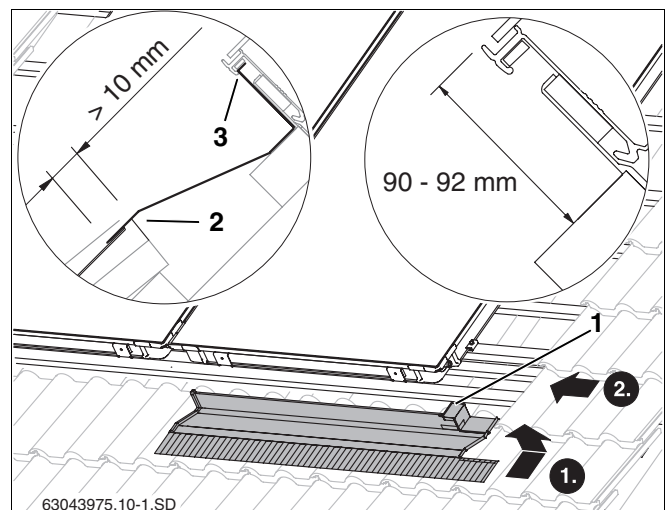
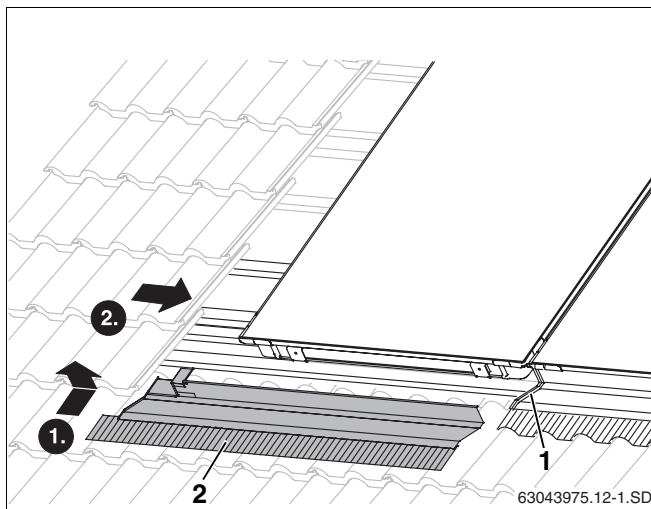

Fig. 43 Chapa de cobertura direita em baixo
Fig. 46 Montagem da chapa de cobertura esquerda inferior
- ▶ Encaixar a chapa de cobertura direita com o bordo em cima na pega do colector (fig. 43, **item 3**).
- ▶ Empurrar a chapa de cobertura encostando-a no colector, de modo que o bordo direito curto (fig. 43, **item 1**) em cima também agarre à pega do colector.
A chapa de cobertura deve ficar apoiada pelo menos 10 mm sobre a telha (fig. 43, **item 2**).
- ▶ Colocar a chapa de cobertura esquerda (fig. 46, **item 2**) sobre a chapa anterior e montá-la da mesma maneira que a direita (fig. 43).
Apenas remover a película protectora da cola da chapa de cobertura (fig. 46, **item 1**) quando todas as chapas estiverem aparafusadas.